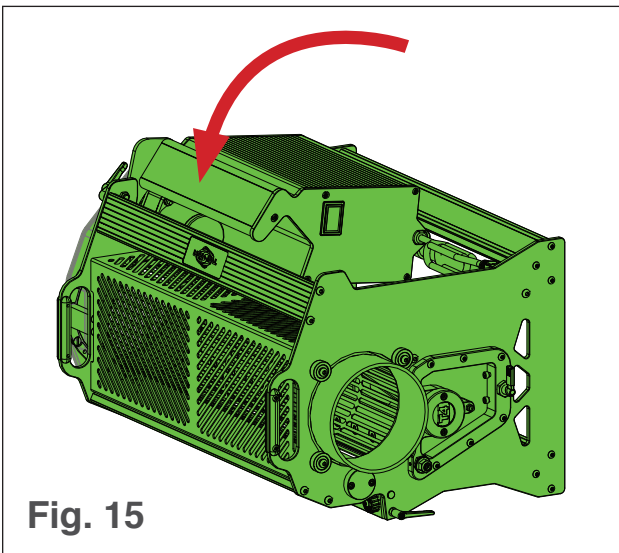

Fig. 15
2. Gire con cuidado la T4 sobre su costado de modo que descance sobre la barra de ajuste (ver Fig. 15).